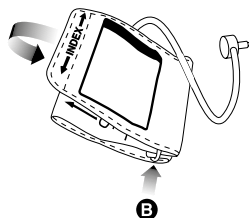

Fig. 8
- b. Passare l'estremità del bracciale (con fermo di gomma integrato) attraverso l'archetto metallico (B), formando un laccio. La chiusura a strappo si dovrà trovare all'esterno (Fig. 8). (Se il bracciale è già preparato come descritto, saltare questo passo.)